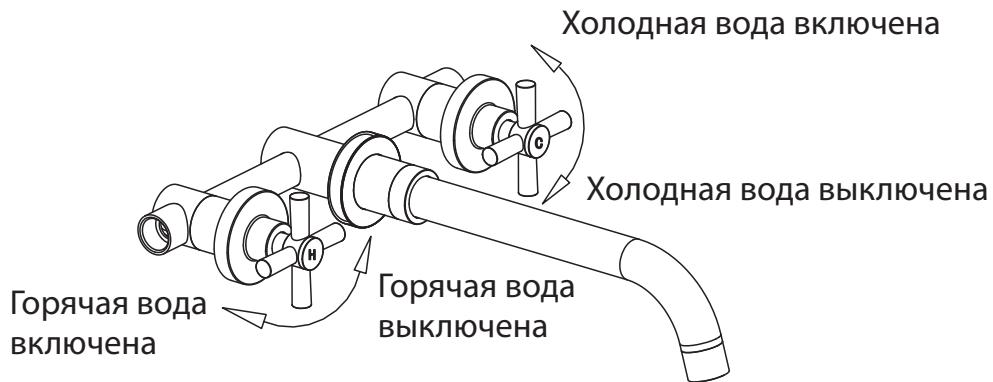

Рисунок 1
1. Как показано на рис.1, левая и правая ручки будут управлять подачей горячей и холодной воды соответственно.